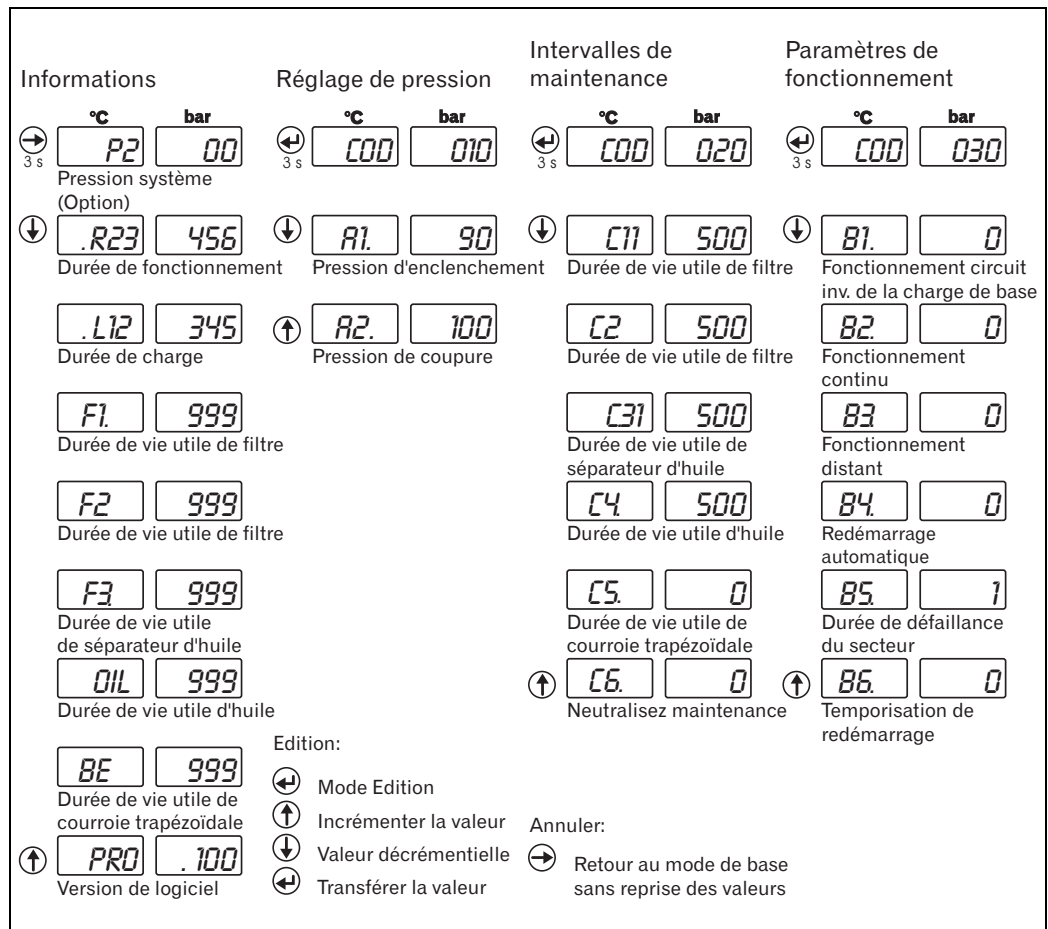

Fig. 1: Structure de menu, menu client
- Niveau d'huile dans l'affichage du niveau d'huile 25 (voir Fig. 1: Vue d'ensemble des composants).
- Tubulure de remplissage d'huile 18 (voir Fig. 1: Vue d'ensemble des composants), desserrer d'env. un tour pour s'assurer que toute la pression a diminué suffisamment.
- Niveau d'huile dans l'affichage du niveau d'huile 17 (voir Fig. 1: Vue d'ensemble des composants).
- Souffler sur les ailettes de refroidissement d'huile 27 et du radiateur secondaire d'air comprimé 26 (voir Fig. 1: Vue d'ensemble des composants) à l'intérieur de la machine, jusqu'à ce que toutes les saletés et les dépôts soient éliminés.
La soupape de sécurité 11 (voir Fig. 1: Vue d'ensemble des composants) est protégée par des plombs qui ne doivent pas être déposés.
- Cartouche de séparateur d'huile 3 (voir Fig. 1: Vue d'ensemble des composants) avec une pince à chaîne (filetage à gauche).